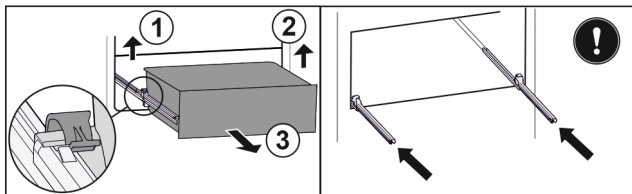

Fig. 206
- Ridicați clema din stânga și trageți concomitent sertarul din stânga spre înainte. Fig. 206 (1)
- Ridicați clema din dreapta și trageți concomitent sertarul din dreapta spre înainte. Fig. 206 (2)
- Extrageți sertarul spre înainte. Fig. 206 (3)